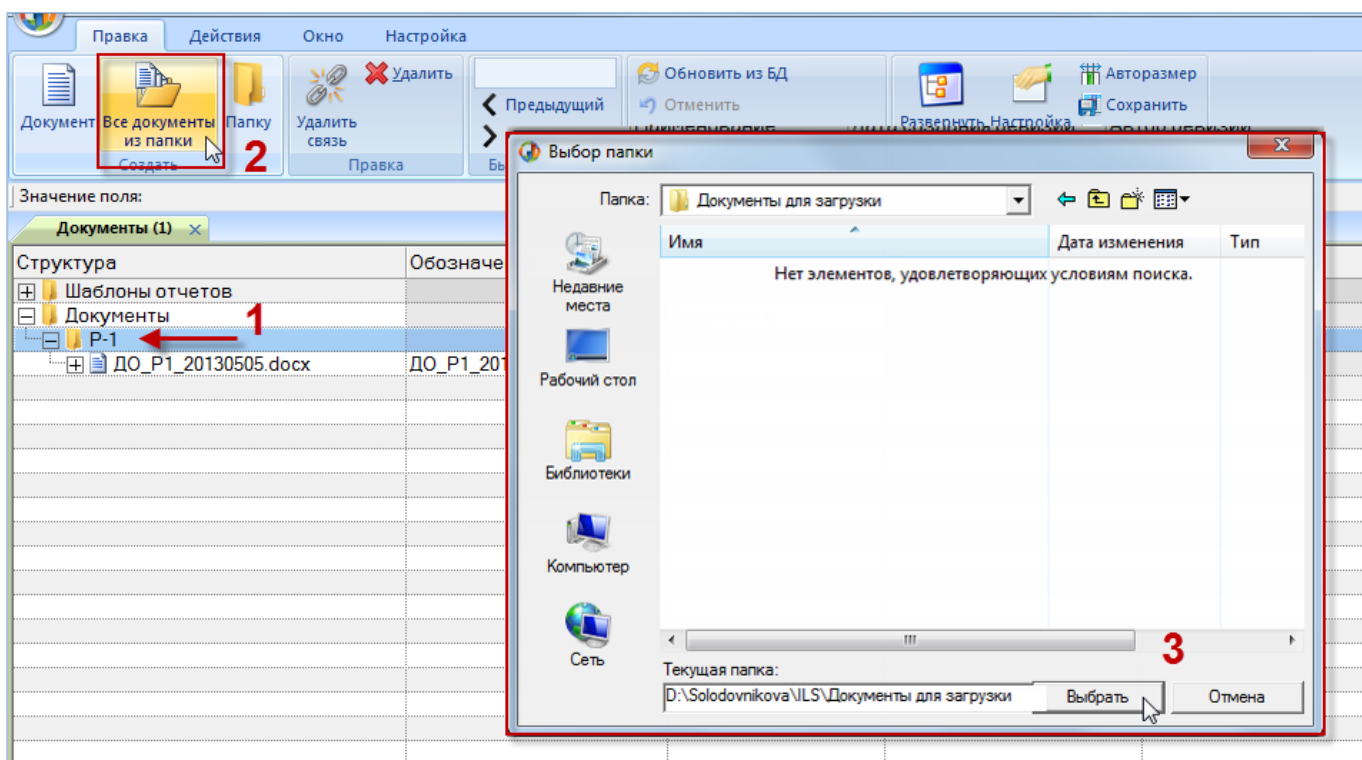

Рис. 8-3 – Создание документов для всех файлов в папке
3) Нажать кнопку «Все документы из папки» панели «Создать» функциональной вкладки «Правка» (рис. 8-3).